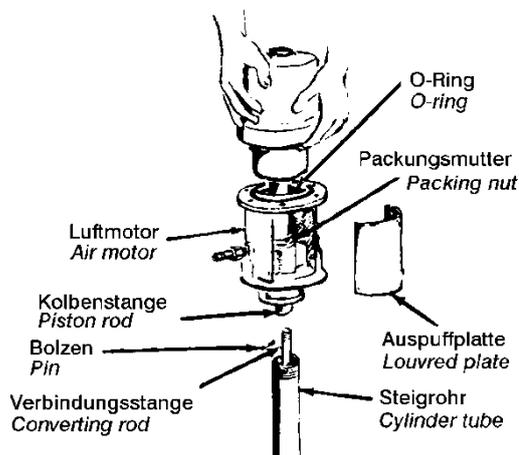

Bild 1
- Steigrohr vom Gehäuse abschrauben, soweit vom Gehäuse ziehen, dass Bolzen entfernt werden kann. Bolzen entfernen und Kolbenverbindungsstange vom Kolben schrauben (siehe Bild 1).
- Auspuffplatte abnehmen und Packungsmutter mit einem Spezialschlüssel oder einem 6 mm-Rundeisen lösen (s. Bild 1). Lager, Dichtung, Scheibe und Packung aus dem Gehäuse ausbauen, reinigen und prüfen, eventuell ersetzen. Wenn die Packungen ersetzt werden, ebenfalls die Dichtung und das Lager erneuern. Zusammenbau der Teile in umgekehrter Reihenfolge. Packungsmutter lose in Pumpengehäuse schrauben.